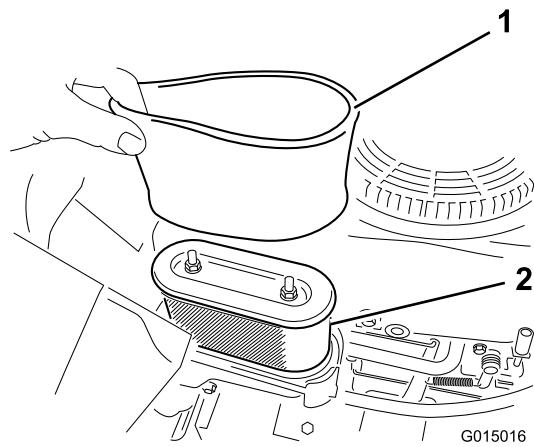

Figura 23
- Retire cuidadosamente los elementos de gomaespuma y papel de la carcasa del limpiador de aire (Figura 23).
5. Alinee las pestañas de la tapa del limpiador de aire con las ranuras de la carcasa del soplador (Figura 23).